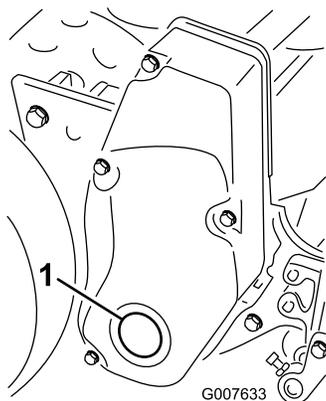

Рисунок 60
1. Снимите пробку с крышки правого привода барабана (Рисунок 60).